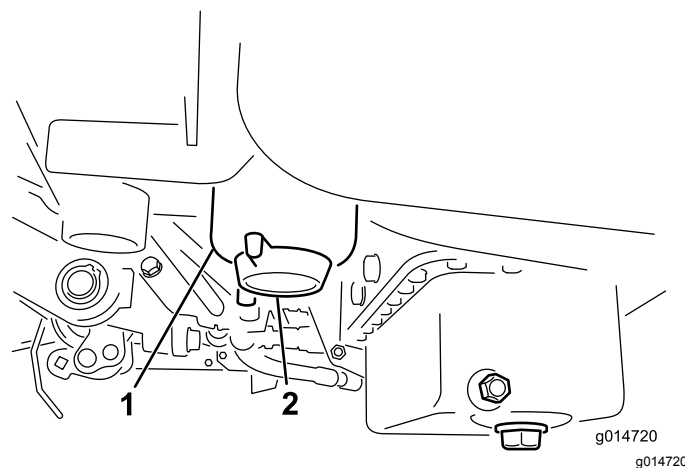

図 30
3. 燃料フィルタについているドレンプラグを1回転ほど開き、内部にたまっている異物を流し出す 図 30。